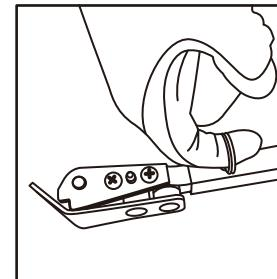

Figure 5
- B. Lorsque vous tirez dans les airs ou par le haut, tirez la tige vers l'avant sur l'extension avant (6), faites pivoter de 180 degrés et réinsérez dans le bras de support (5), puis réinstallez la tige (figures 5 et 6). Faites une boucle à l'extrémité du ruban polyligne/mule et fixez l'œil autour de la tige pour ruban polyligne/mule (10) depuis le dessous du cabestan (1). Cela permettra au ruban polyligne/mule de s'accumuler de façon continue sur le cabestan (1). Mettez la perceuse de 18 volts en marche AVANT et obtenez un résultat similaire à celui de la plupart des extracteurs classiques.